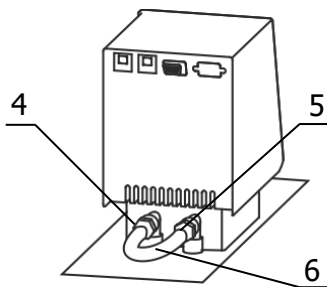

Рисунок 3 — Установка перемычки
2.2.4 К переливному штуцеру 9 (рисунок 3) присоединить гибкий шланг, второй конец которого опустить в емкость для сбора излишков теплоносителя объемом 1.5–2 литра.
2.2.6 Соединить входной 4 и выходной 5 штуцеры насоса блока регулирования при помощи шланга-перемычки 6 (рисунок 3) и хомутов из комплекта поставки блока регулирования.